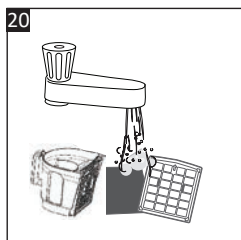

Fig. 20
6. Țineți filtrul de burete (22) cu partea murdară în jos și clătiți-l sub jetul de apă de la robinet cu apă caldă până când apa curge limpede (Fig. 20). Clătiți filtrul HEPA (23) în același mod.
7. Clătiți interiorul colectorului de praf (11) cu apă caldă.